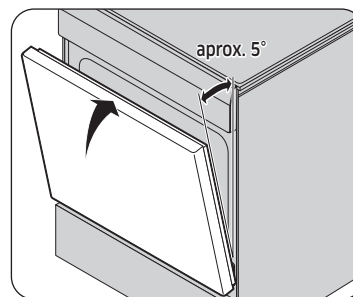

Fig. 1
4. Cierre la puerta hasta la posición de remoción, que es aproximadamente 5 grados de la posición vertical (Fig. 1).